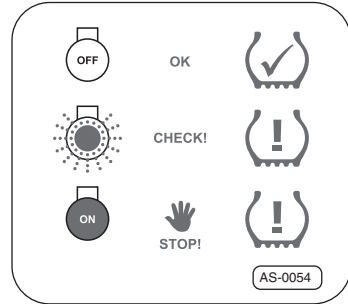

Fig. 13 · Fonctions du voyant
2. Installer l'autocollant conformément à ⇒Fig. 13 très près du voyant.
Le voyant commence à clignoter comme dans ⇒Fig. 13 et s'allume et reste allumé en cas de perte de pression.